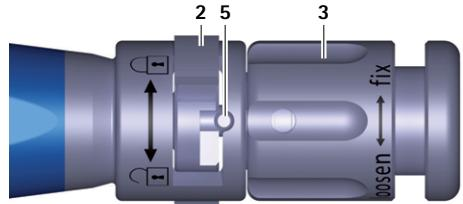

Fig. 4 Primer plano del instrumento de inserción, implante de prueba/implante tensado
- ▶ Gire la tuerca giratoria 3 del instrumento de inserción A en sentido de las agujas del reloj (en dirección "fix") hasta tensar el implante de prueba, ver Fig. 4.
- ▶ Gire la tuerca giratoria **3** del instrumento de inserción **A** en sentido de las agujas del reloj (en dirección a "fix") hasta tensar el implante, ver Fig. 4.